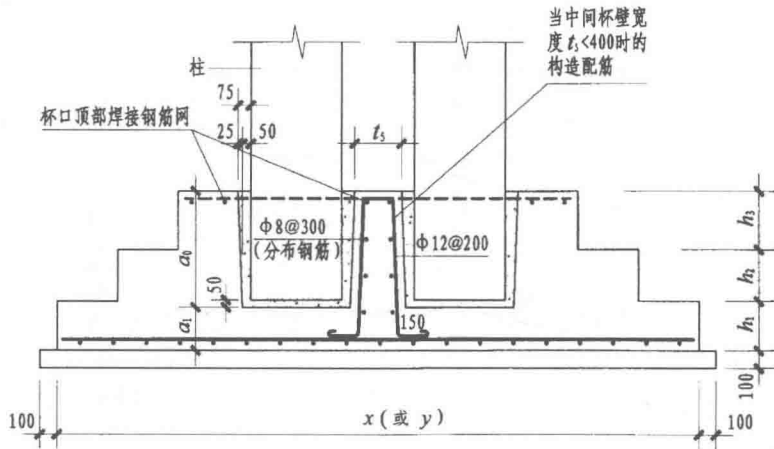
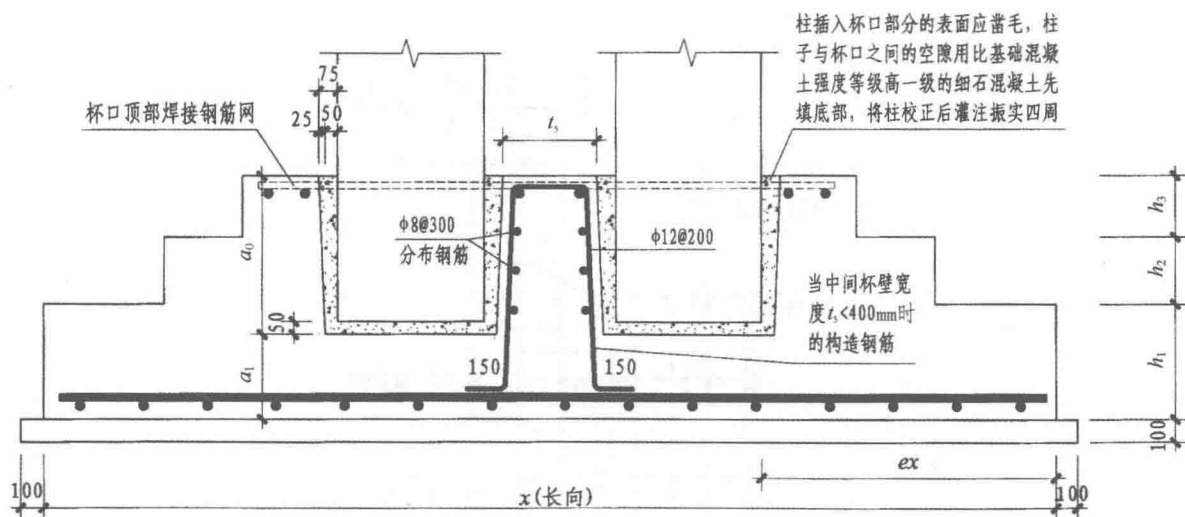

图 1-27 双杯口独立基础构造
图 1-28 双杯口独立基础钢筋排布构造
双杯口独立基础构造如图 1-27 所示，钢筋排布构造如图 1-28 所示。
2) 当双杯口独立基础的中间杯壁宽度 $t_5 < 400\text{mm}$ 时, 才设置图 1-28 中的构造钢筋。
(3) 高杯口独立基础构造